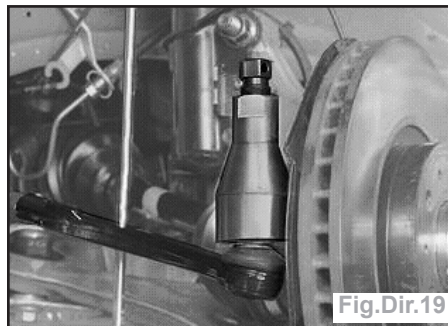

Fig.Dir.19
- Déposer les roues AV et les extrémités de la barre d'accouplement aux bras de direction (fig.Dir.19).